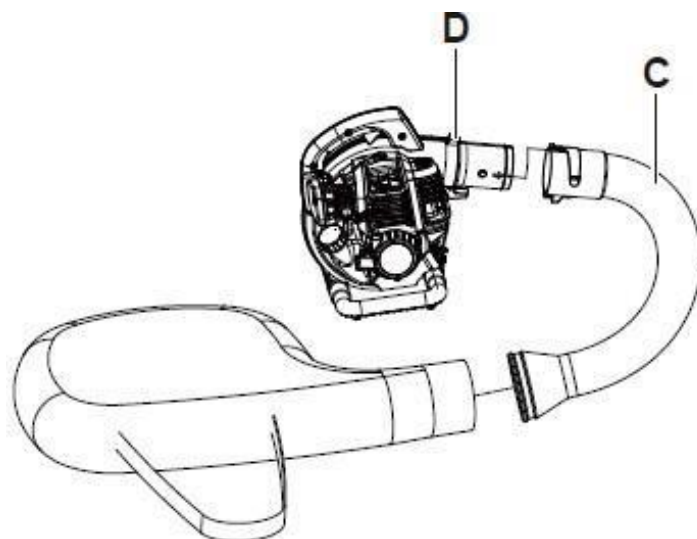

Fig. 5
- 2) Lijn de sleuven in de gebogen buis (C) uit met de uitsteeksels op de ventilatoruitlaat (D). Duw de buis erop en draai hem naar beneden tot hij vastklikt. Wanneer de buis correct is aangebracht, buigt hij naar beneden (fig. 5).
- 2) Houd de machine stevig vast en draai de gebogen buis tegen de klok in tot hij van de machine loskomt. (Fig.5)